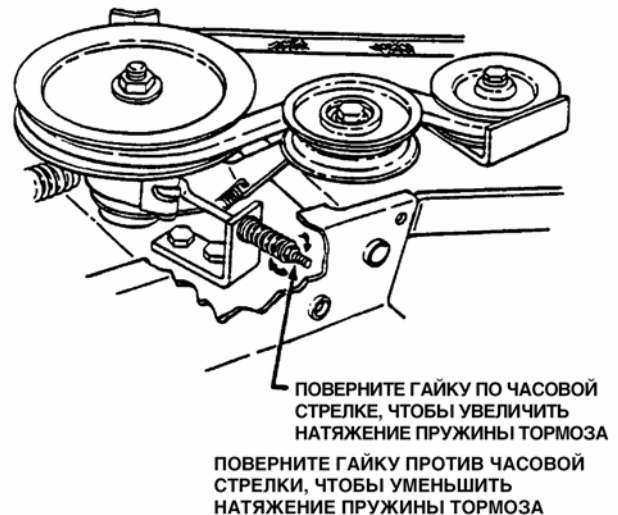

Рис. 4.2
3. Если вышеупомянутое расстояние больше 8,3 см, поверните гайку по часовой стрелке для увеличения натяжения тормоза. Если расстояние меньше 7,6 см, поверните гайку против часовой стрелки, чтобы усилить натяжение. См. рис. 4.2.